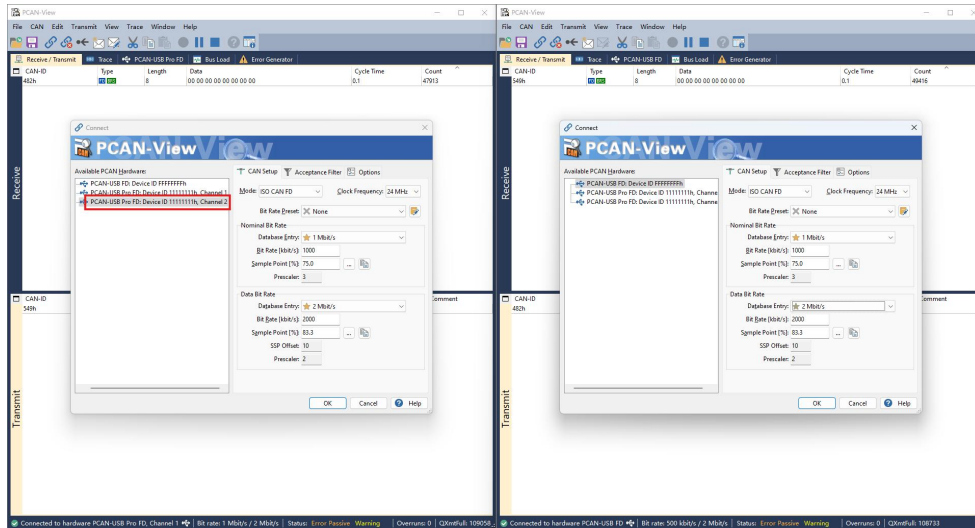

图 2
2. 有时候在配置参数的时候，不能只关注波特率速度配置一致就以为可以通信，比如如图 2 所示，当硬件设备连接的通道与软件设置的通道不一致时，也会导致数据的传输失败。